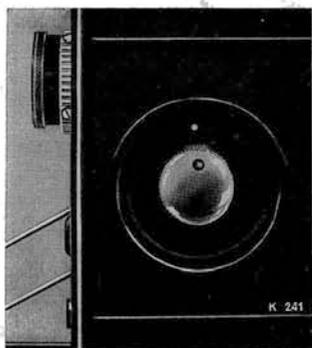

Abb. 13
2. **Triebknopf** (Abb. 13) so drehen, daß die grün eingelassene Kerbe auf dem Knopf oben steht; dann sind die Greiferspitzen aus dem Filmkanal zurückgezogen. Diese Stellung des Triebknopfes kann im verdunkelten Raum leicht abgefühlt werden.